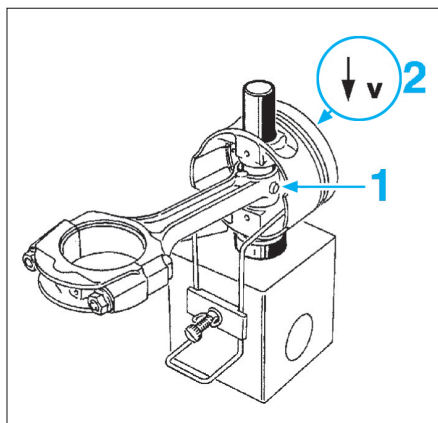

Fig. 64
- Placer le piston sur le support de montage (outil Renault Mot. 574-21) en plaçant la flèche repère (2) sur la tête de piston vers le bas. Immobiliser le piston avec l'épingle du support (Fig.64).
- Engager la bielle dans le piston en respectant le sens du bossage (1) (Fig.64).